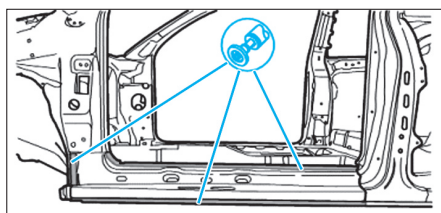

FIG. 67
- Enlever les morceaux restant (Fig.67).